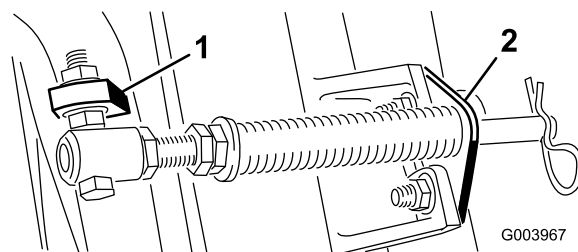
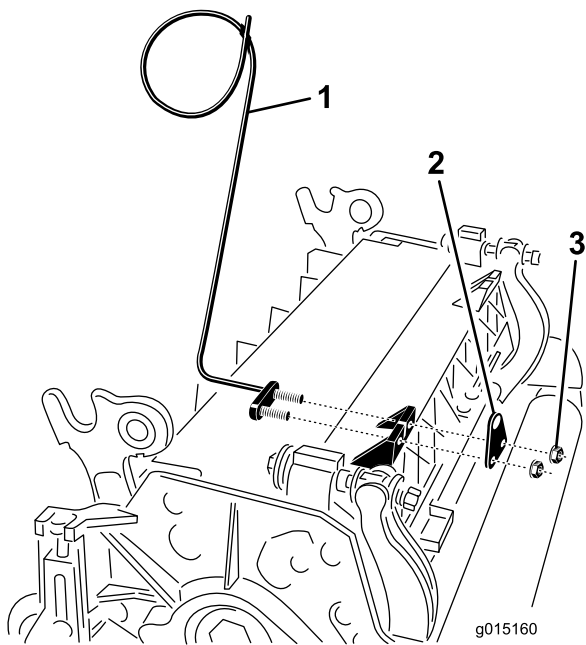

Figura 10
Figura 12
D. Monte o suporte da barra nos separadores da unidade de corte com os parafusos e porcas da carroçaria (Figura 10). Adicionalmente, na unidade de corte n.º 4 (frontal esquerda), monte o guia de tubos do lado esquerdo na frente dos separadores da unidade de corte ao reinstalar o suporte da barra (Figura 12).
C. Monte o parafuso no tubo da mola no separador oposto na estrutura de suporte e prenda com a porca flangeada. A cabeça do parafuso deve ser colocada no lado de fora do separador conforme ilustrado em Figura 10.